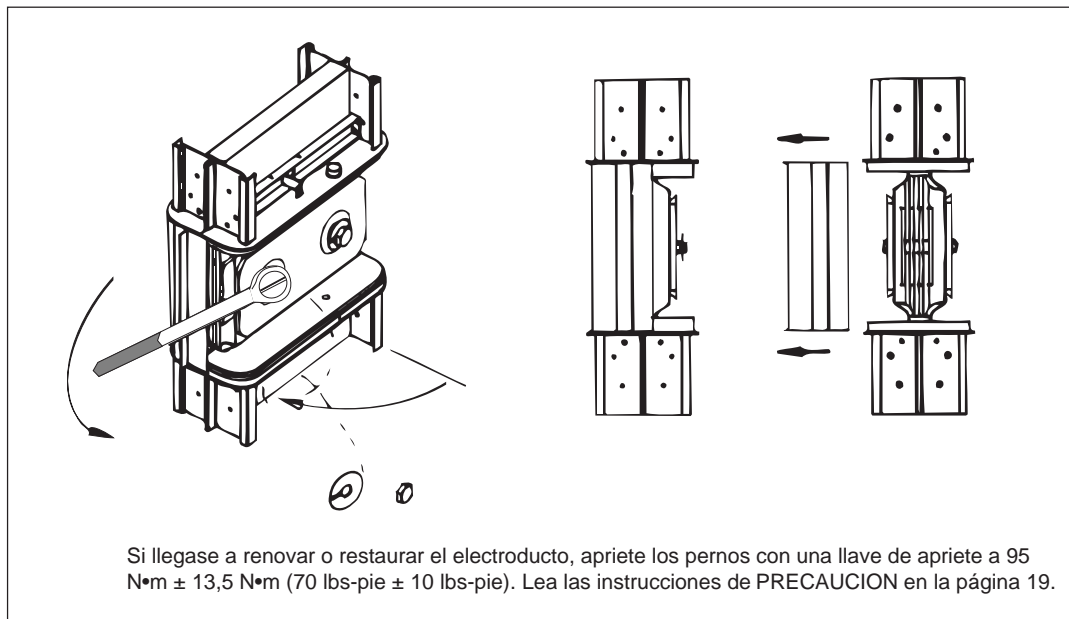

Figura 21
3. Apriete los pernos de unión del electroducto (figura 21).